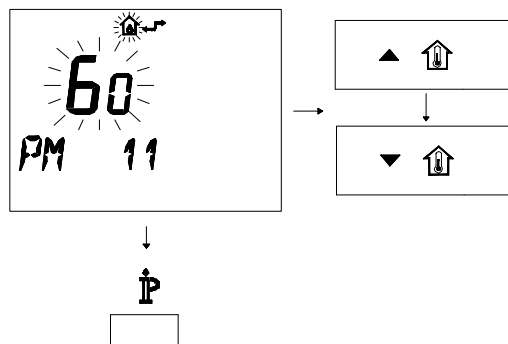

Figura 5.56
- Per modificare il SET programmato agire sui pulsanti ▲  $\bar{P}$  o ▼  $\bar{P}$  e aspettare che il numero programmato cominci a lampeggiare (Figura 5.56 ). Ogni passo incrementato o decrementato corrisponde a 1 secondi.